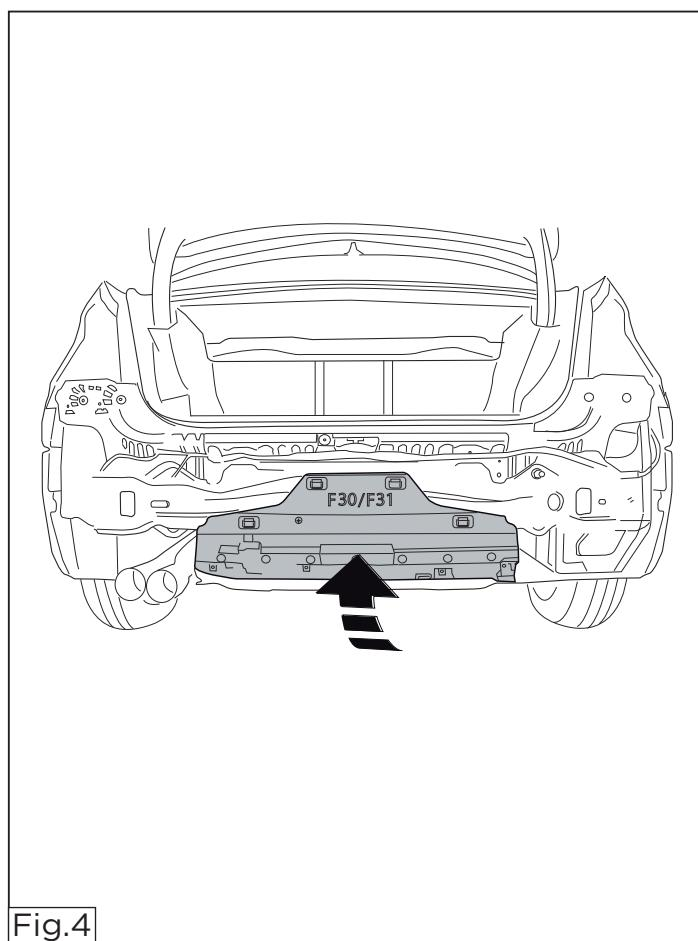

Fig.4
See figure 4.
9. Montieren Sie die Kunststoffkappe am Querträger der Anhängerkupplung an den Punkten B. Siehe Abbildung 4.